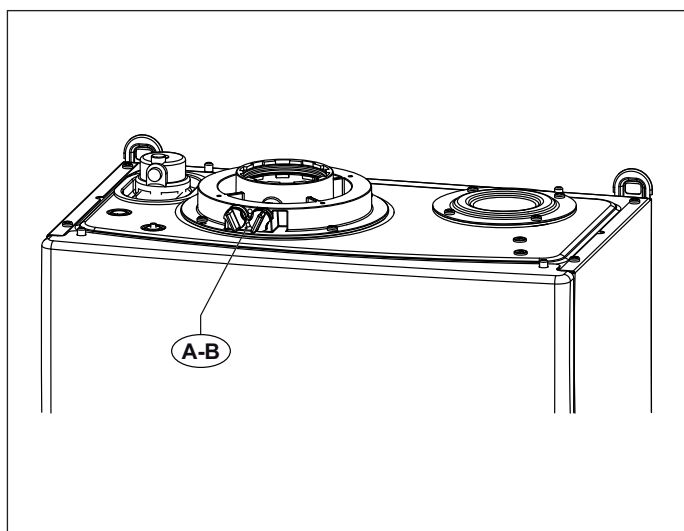
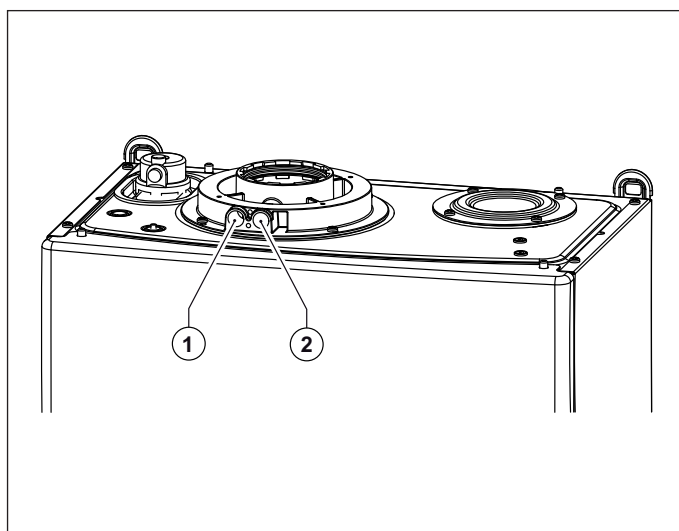

Рис. 14 Положение заглушек
Рис. 15 Положение отверстий
На котле имеется патрубок для подключения к системе воздухозабора/дымоотвода (смотри Рис. 14 Положение заглушек и Рис. 15 Положение отверстий).
В патрубке предусмотрены два отверстия для прямого доступа к воздуху, необходимого для горения, и к дымовым газам (смотри Рис. 15 Положение отверстий).
Для проведения измерений необходимо снять заглушки **A** и **B** с отверстий на патрубке (смотри Рис. 14 Положение заглушек).
- замер температуры воздуха, необходимого для горения, в соответствующем отверстии **1** (смотри Рис. 15 Положение отверстий).
- замер температуры дымовых газов и содержания CO₂ в соответствующем отверстии **2** (смотри Рис. 15 Положение отверстий).